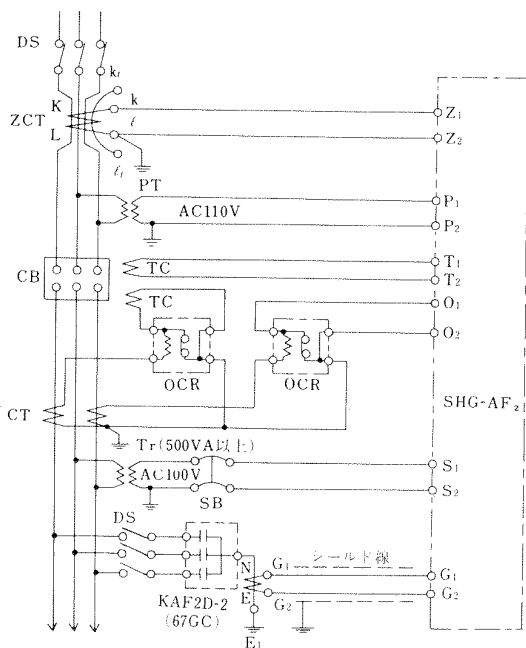

図5 電流引きはずし
- 図5のS₁、S₂端子のAC100Vは、CBの負荷側から取って下さい。やむを得ずCBの電源側から取る場合にはCBの補助接点を直列に接続して下さい。